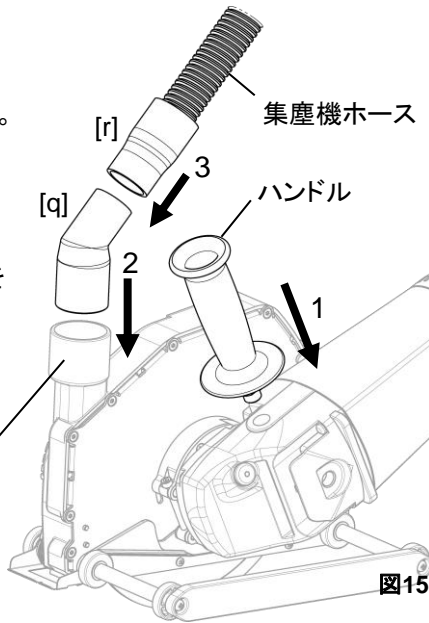

図15
3. 集塵機ホースを、[r] 接続用ホース を用いて[q] 回転ダクトと連結させる。(図15)